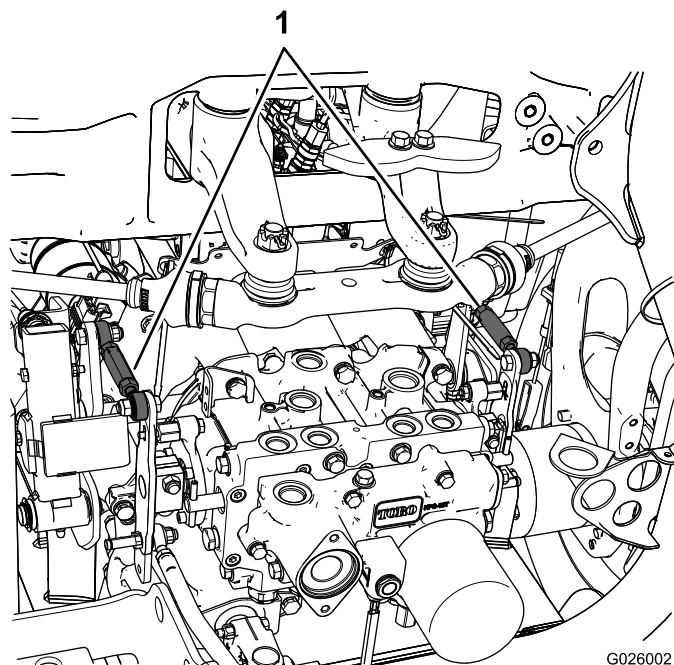

Figure 38
- Si la roue arrière gauche tourne, desserrez les écrous de blocage sur la tige de commande de transmission gauche (Figure 38).